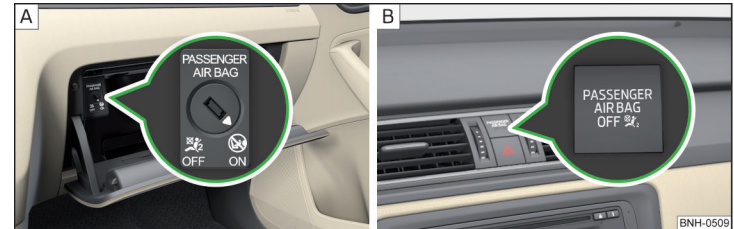

Abb. 12 Schlüsselschalter für Beifahrer-Frontairbag / Kontrollleuchte für Beifahrer-Frontairbag
Der Beifahrer-Frontairbag kann mit dem Schlüsselschalter abgeschaltet werden » Abb. 12 auf Seite 19 - A.
Stellungen des Schlüsselschalters » Abb. 12 - A
- › Mit dem Schlüssel den Schlitz des Schlüsselschalters » Abb. 12 - A vorsichtig in die Position **OFF** drehen.
- › Prüfen, ob nach dem Einschalten der Zündung die Kontrollleuchte **OFF** ¹⁾ unter dem Schriftzug **PASSENGER AIR BAG** » Abb. 12 - B leuchtet.
- > Mit dem Schlüssel den Schlitz des Schlüsselschalters » Abb. 12 - [A] vorsichtig in die Position **ON** drehen.
- > Prüfen, ob nach dem Einschalten der Zündung die Kontrollleuchte **OFF** ⚡ unter dem Schriftzug **PASSENGER AIR BAG** » Abb. 12 - [E] nicht leuchtet.